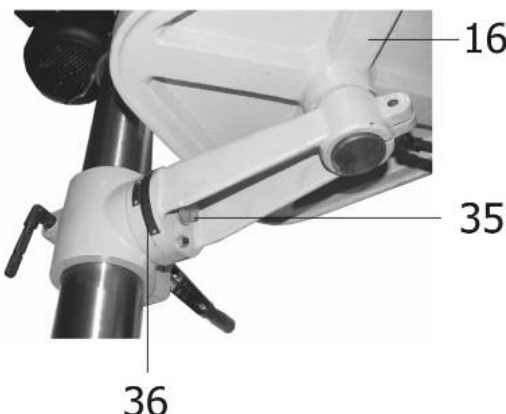

Рис. 10
10.9. Для установки угла поворота плоскости рабочего стола (16) относительно шпинделя необходимо ослабить крепление болта (35), и ориентируясь по шкале (36), изменяйте угол наклона рабочего стола (16), Рис.10. Затем зафиксируйте полученное положение, затянув болт (35), Рис.10.